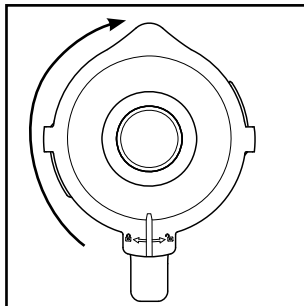

Fig. 2
- 4) Vuelva a presionar firmemente la tapa **2** sobre el vaso **3** en su posición desplazada. Para cerrar la tapa **2**, gírela en sentido horario hacia la posición  hasta que encastre audiblemente (consulte la fig. 2). Asegúrese de que la boca del vaso **3** quede cerrada. Solo podrá activarse el motor si la tapa **2** está bien colocada.